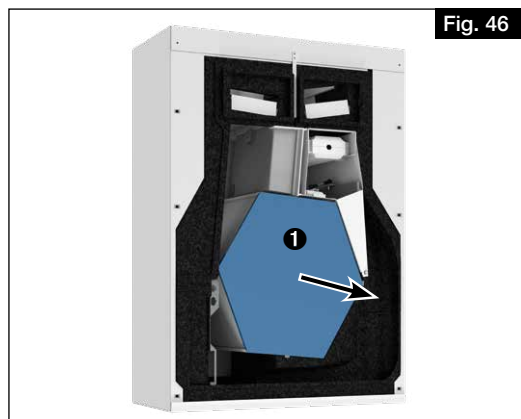

Fig. 46
3. Retirer l'échangeur thermique ❶ avec précaution de l'appareil (voir Fig. 46).